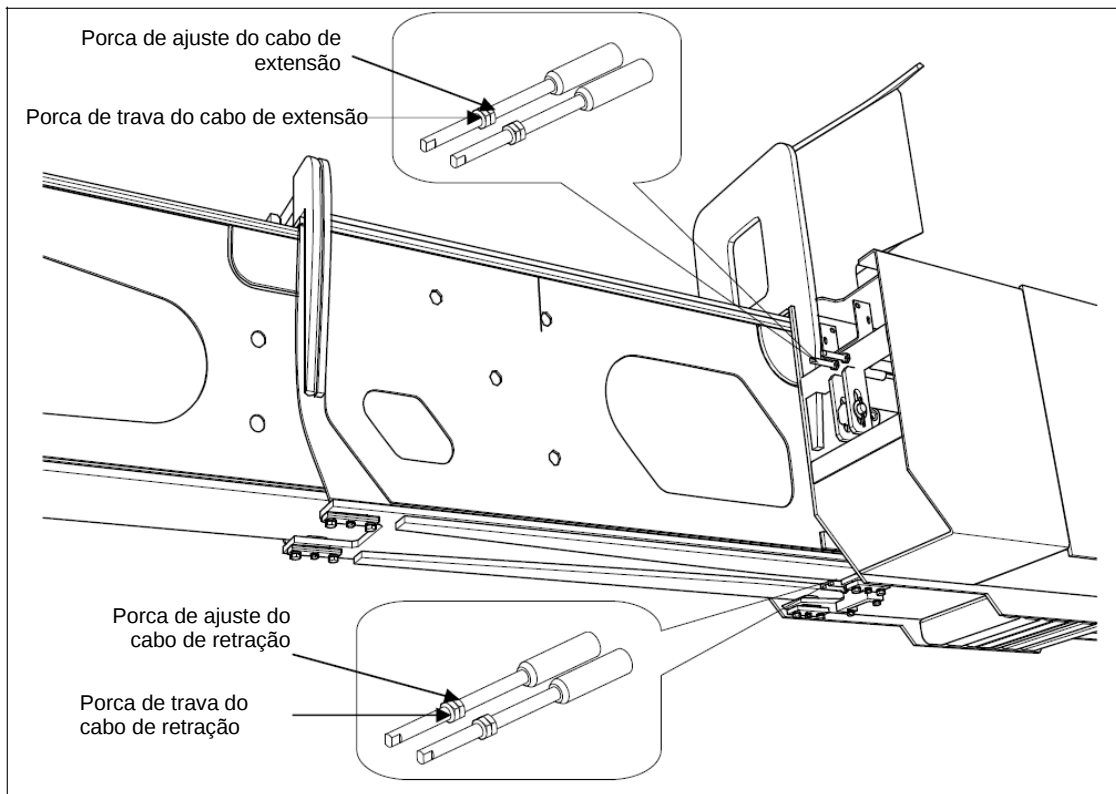

Figura 5-14 Ajuste do cabo de retração da viga deslizante
- 2) Se a seção de viga deslizante 1 oscilar para baixo, gire o parafuso de ajuste, ou adicione um coxim de ajuste ou troque o coxim correção I, como mostrado na Figura 5-14.